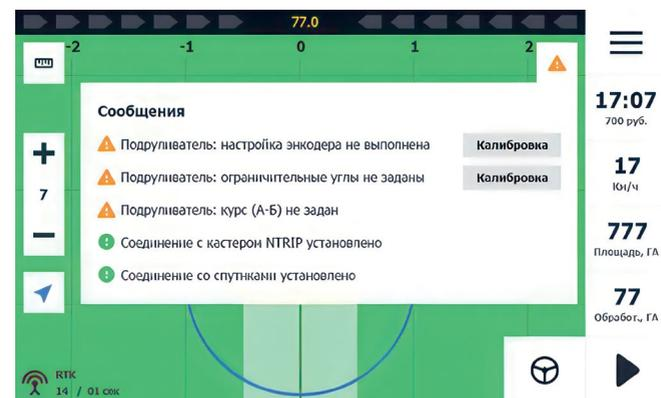

Рисунок 93 – Панель индикаций
2.2. Убедитесь, что ошибок нет. При первоначальном включении вы увидите три предупреждения о необходимости выполнить калибровку (см. Рисунок 93).